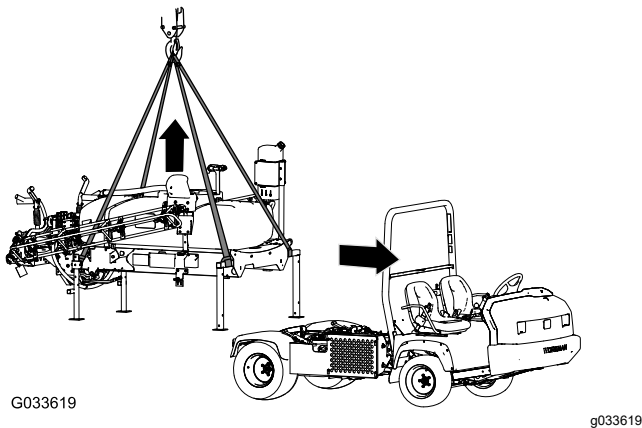

Figura 102
1. Coborâi braele la aproximativ 45° i pivotai-le înainte (Figura 102).
5. Ataai echipamentul de ridicare la tuburile orizontale ale suporturilor de cric frontale i la suportul vertical al suporturilor de cric posterioare (Figura 102).
7. Ridicai sania rezervorului de pe maină suficient de sus pentru a desprinde sania de maină (Figura 102).